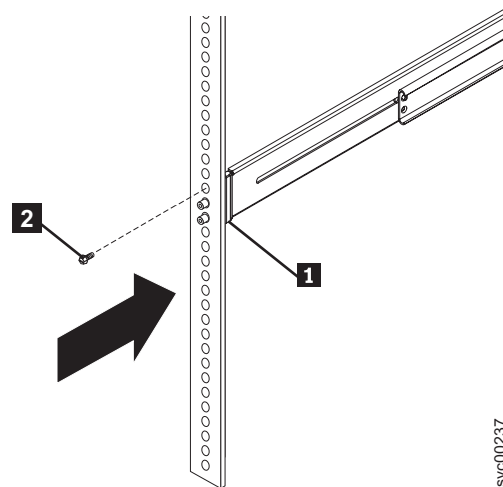

図 30. スライド・レールの背面マウント・フランジへの取り付け
6. 図 30 に示されるように、1 個のねじ **2** を使用して、スライド・レールを左方の背面マウント・フランジ **1** に取り付けます。このねじは、手できつく締めるだけにしてください。同様にして、もう 1 つのスライド・レールを右方の背面マウント・フランジに取り付けます。